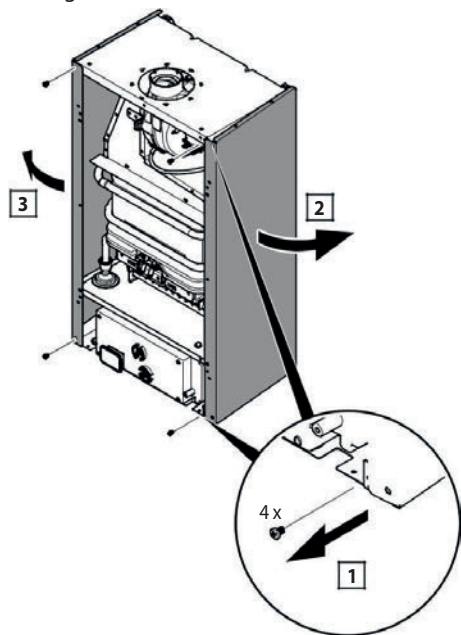

Figura 4.5
- Smontare gli elementi laterali, come indicato in Figura 4.5.